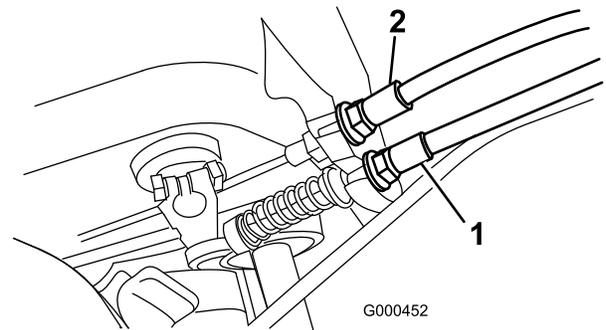

Figure 36
2. Pour accroître la tension du câble, desserrez l'écrou de blocage avant et serrez l'écrou de blocage arrière (Figure 36) jusqu'à ce qu'une force de 5 à 6,3 kg soit requise pour serrer le frein. Mesurez la force au bouton du levier. Ne le tendez pas au point que la bande du frein frotte en permanence.